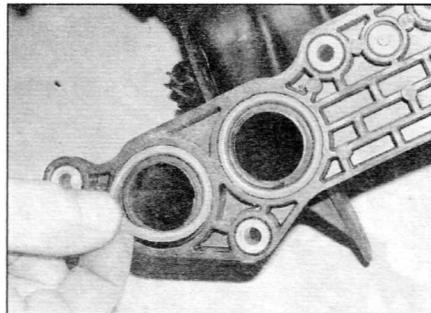

Рис. 14.10. Перед установкой надлежащим образом установите на коллектор новые уплотнительные кольца
- Очистите и высушите сопрягаемые поверхности коллектора и головки цилиндров, затем установите новые уплотнения в соответствующие канавки в коллекторе (рис. 14.10). Установите коллектор и затяните соответствующие гайки предписанным усилием.